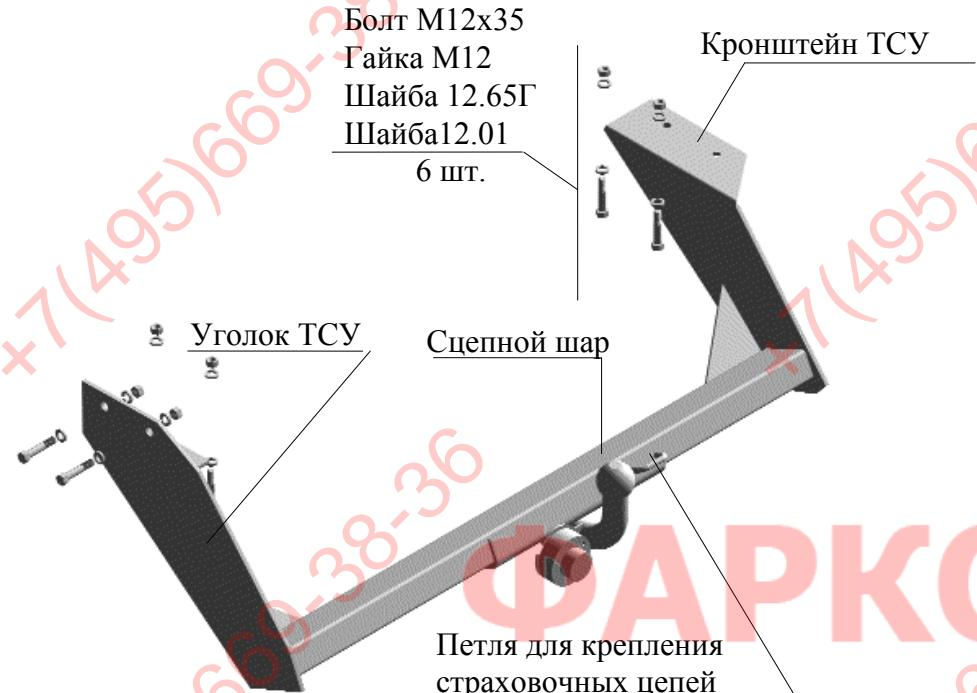

Рис.1 Тягово-сцепное устройство ТСУ 2206
2.1 ТСУ 2206 в сборе (рис.1)	1 шт.
2.2 Пакет с комплектующими (см. рис.1)	1 шт.
- 4.3 Закрепить ТСУ на лонжеронах автомобиля шестью болтами M12x35 в соответствии с рис.1.